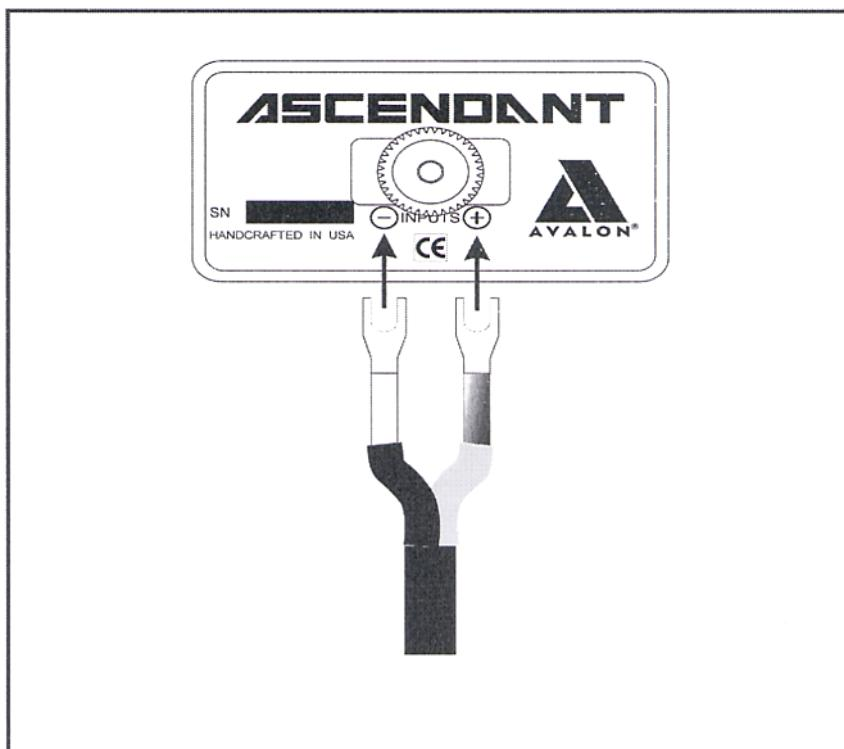

図 5.1 スピーカーとアンプをスタンダード(シングル)ワイヤリングで接続したところを、下から見た場合。
2. スピーカーケーブルをスピーカーの背面にあるターミナルブロックに接続します。(図 5.1 参照) プラス / マイナス極が正しくつながれていることを、確かめてください。